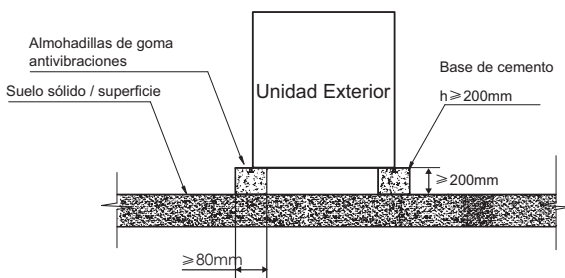

Fig. 6-5 Vista frontal de la estructura de la base
4) En la Fig. 6-5 se muestra un diseño típico de una base de hormigón. La especificación típica para el hormigón es 1 parte de cemento, 2 partes de arena y 4 partes de piedra triturada con barra de refuerzo de acero. Los bordes de la base deben estar biselados.